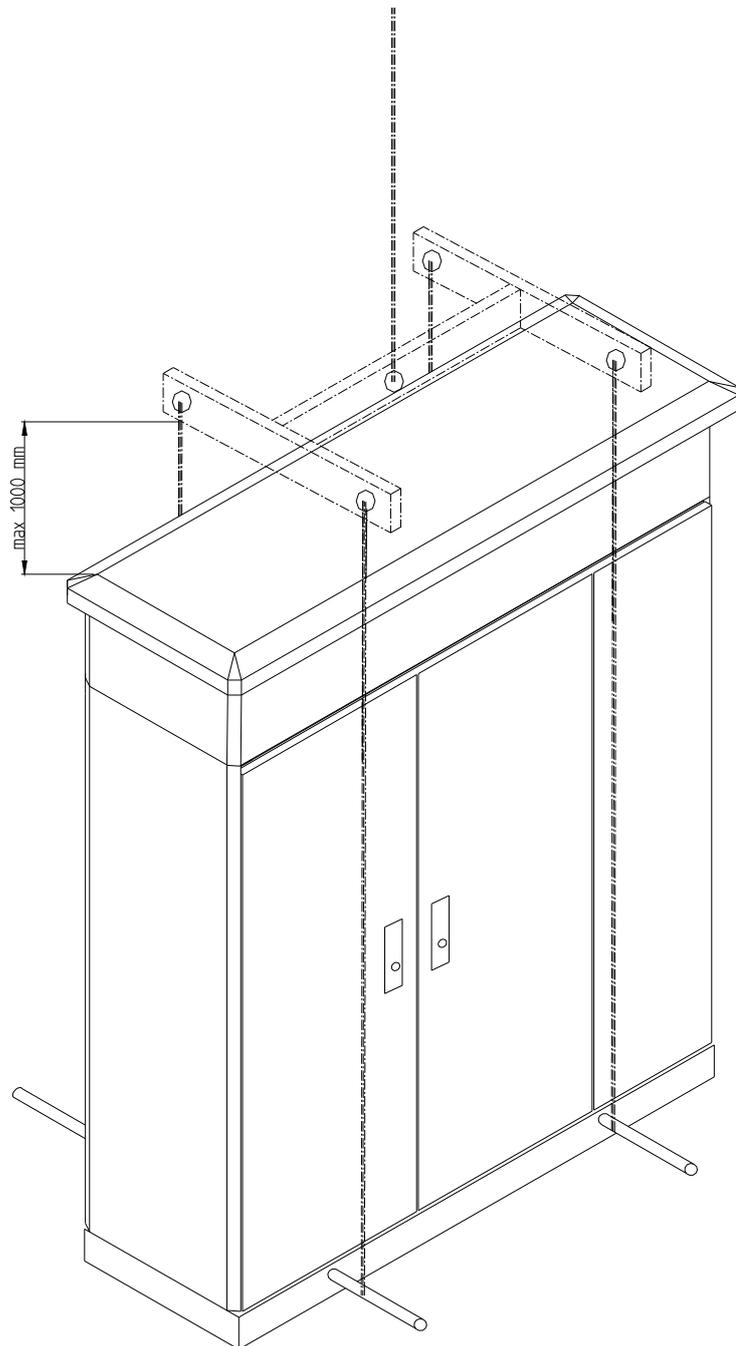

Рис. 2: Монтаж на бетонном цоколе
- винты, установка вместе с транспортировочным цоколем (рис. 2)
- Установить крепления в углах цоколя (см. рис. 2, монтаж на бетонном цоколе)